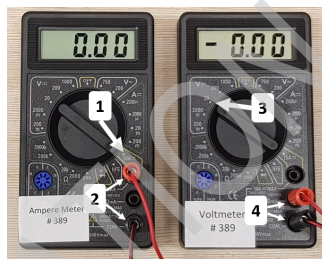

Abbildung 3: Ampère- und Voltmeter
12. Multimeter, verwendet als Voltmeter: Der Selektor muss auf 20 V DC gestellt werden (Abbildung 3).
13. Multimeter, verwendet als Ampèremeter: Der Selektor muss auf 10 A DC gestellt werden (Abbildung 3).